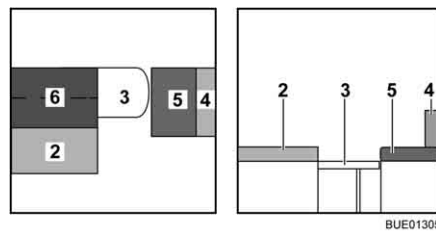

Fig. 128 Durante la trasformazione
- Aprire il cuscino aggiuntivo (Fig. 128,6) e collocarlo sul tavolo.